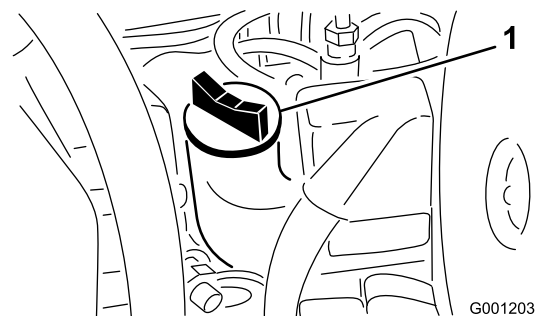

Figura 48
4. Se o nível de óleo se encontrar abaixo da marca **Cheio** da vareta, retire a tampa de enchimento (Figura 48) e adicione óleo até que o nível atinja a marca **Cheio**. **Não encha demasiado.**